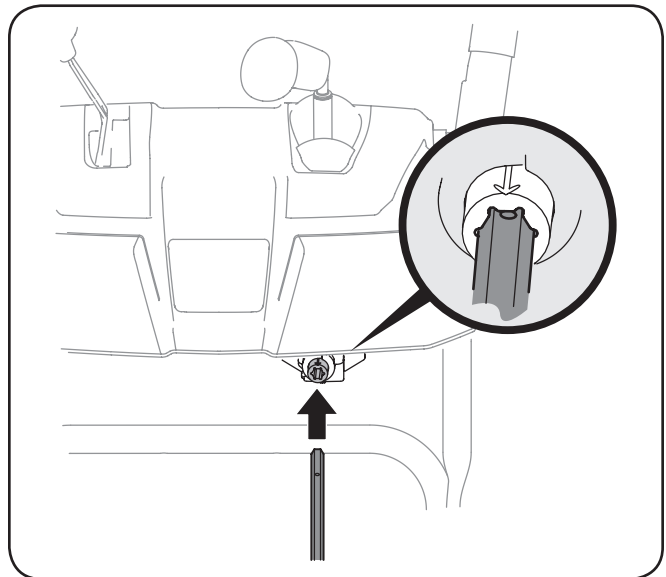

Figure 3-8
6. Insérez la tige de commande de la goulotte dans l'engrenage à pignons sous la manette. Assurez-vous que le trou sur la tige de commande s'aligne avec la flèche sur l'engrenage à pignons. Voir Figure 3-8.